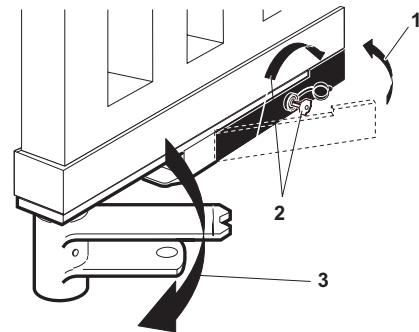

Fig. 2
- riportare la leva nella sua posizione di riposo (fig. 2-rif. 1)
- introdurre la chiave di sblocco nella serratura e ruotare la chiave fino a battuta nella direzione opposta al pilastro (fig. 2-rif. 2)
- azionare manualmente l'anta fino all'aggancio della serratura sulla staffa di bloccaggio (fig. 2-rif. 3)
- push the lever back into its home position (fig. 2-ref. 1);
- insert the release key in the lock and turn it in the direction opposite the post, as far as it will go (fig. 2-ref. 2);
- operate the leaf manually until the lock is engaged in the locking bracket (fig. 2-ref. 3);